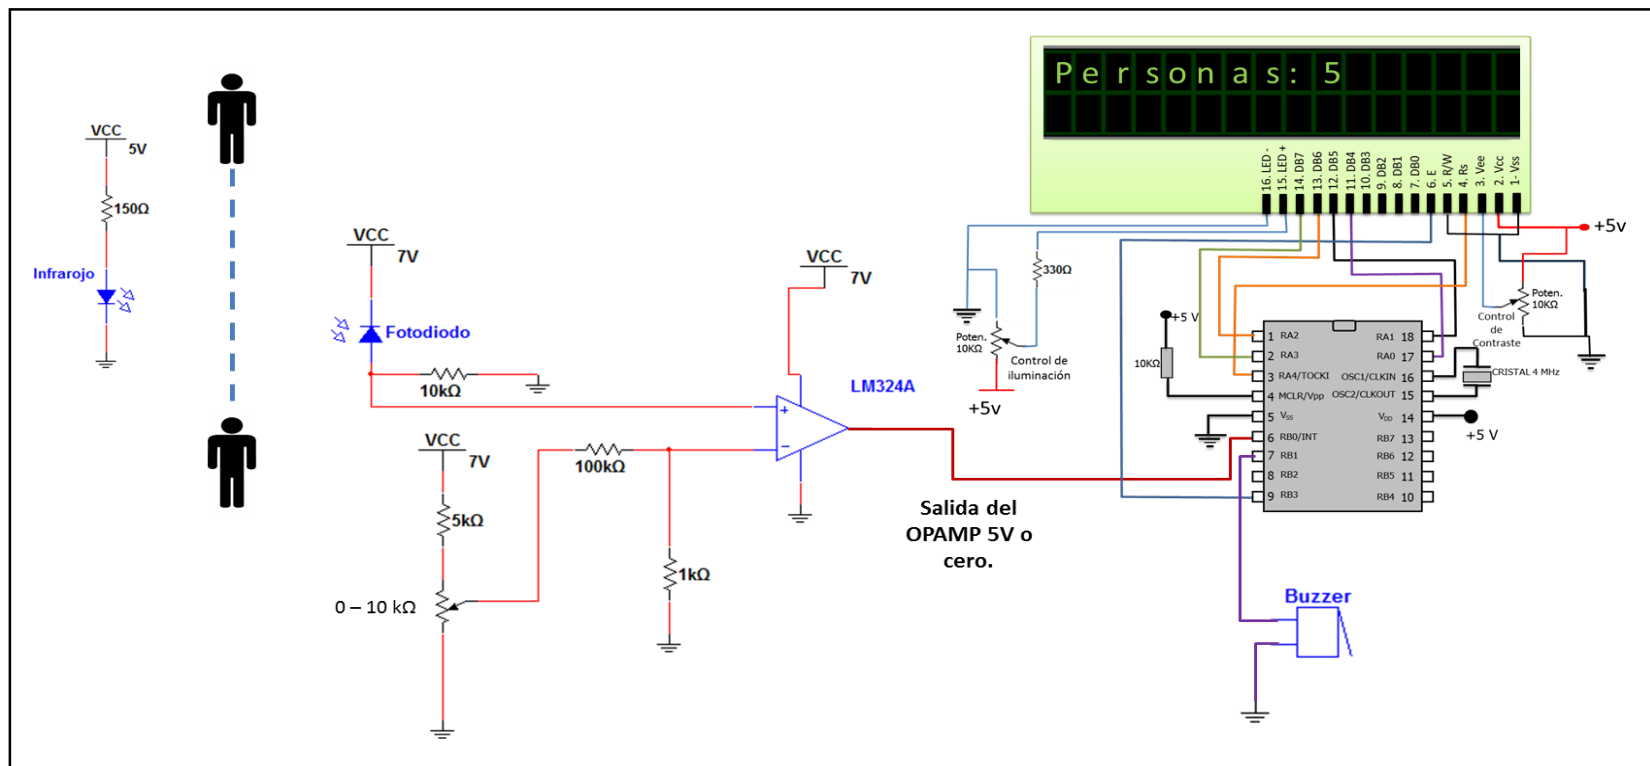

Figura 63. Diagrama de un detector de personas. .
4. Usa el circuito de la *figura 63* para implementar el sistema.